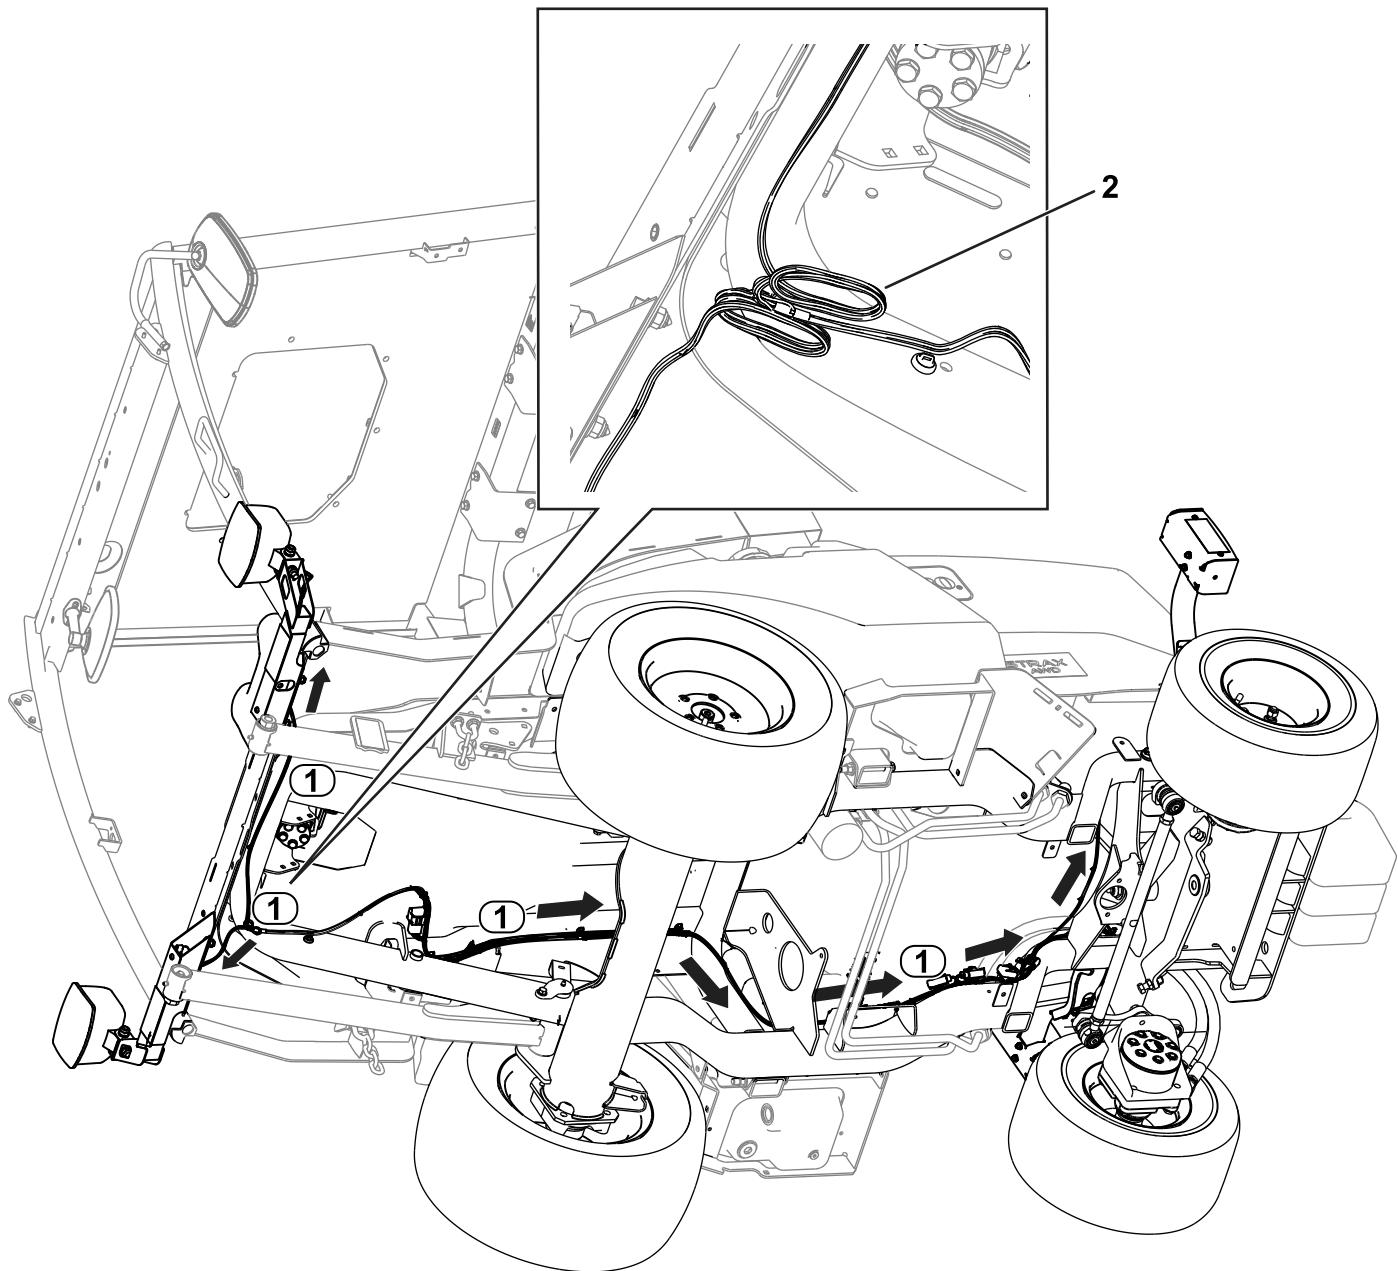

Figure 35
1. Acheminez le connecteur de faisceau étiqueté FRONT LIGHT LH (P04) jusqu'au côté gauche de la machine. Connectez le faisceau à l'éclairage (Figure 35).
2. Acheminez le connecteur de faisceau étiqueté FRONT LIGHT RH (P05) jusqu'au côté droit de la machine. Connectez le faisceau à l'éclairage (Figure 35).
3. Acheminez le connecteur de faisceau étiqueté REAR LIGHT LH (P01) jusqu'au côté arrière gauche de la machine (Figure 35).
4. Acheminez le connecteur de faisceau étiqueté REAR LIGHT RH (P02) jusqu'au côté arrière droit de la machine (Figure 35).
6. Branchez le connecteur de faisceau étiqueté REAR LIGHT LH (P01) sur le feu arrière (Figure 35).
7. Branchez le connecteur de faisceau étiqueté REAR LIGHT RH (P02) sur le feu arrière (Figure 35).
13. **Machines sans cabine :** Rassemblez l'excédent du faisceau de câblage sous le support transversal des feux, comme montré à la Figure 35. Attachez les câbles du faisceau ensemble avec un attache-câble.